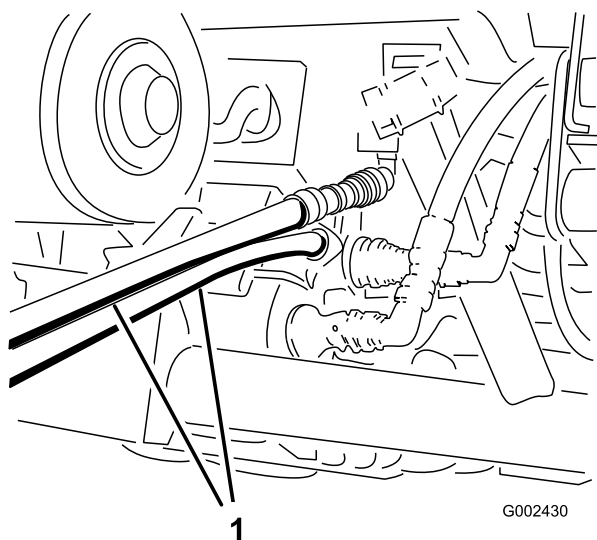

Bild 73
4. Schließen Sie am anderen Fahrzeug die beiden Schläuche an der Kupplung an, die sich noch in der Kupplungshalterung befindet (Schließen Sie den oberen Schlauch an die untere Kupplung an (Bild 73). Verschließen Sie nicht verwendete Anschlüsse.